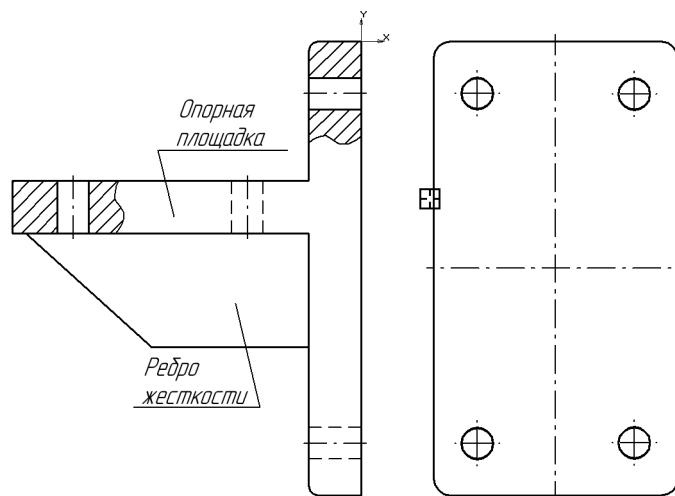

Рис. 54.23. Скругление вершин прямоугольника
Будет выполнено скругление всех вершин (рис. 54.23).
5. Постройте изображение проекции опорной площадки с ребром жесткости (рис. 54.23).